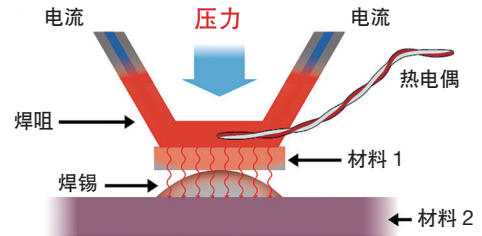

图 1 脉冲电流加热示意图
1. 片状焊咀·大型热压焊咀（图 1 所示）压住对象物施加一定的压力。